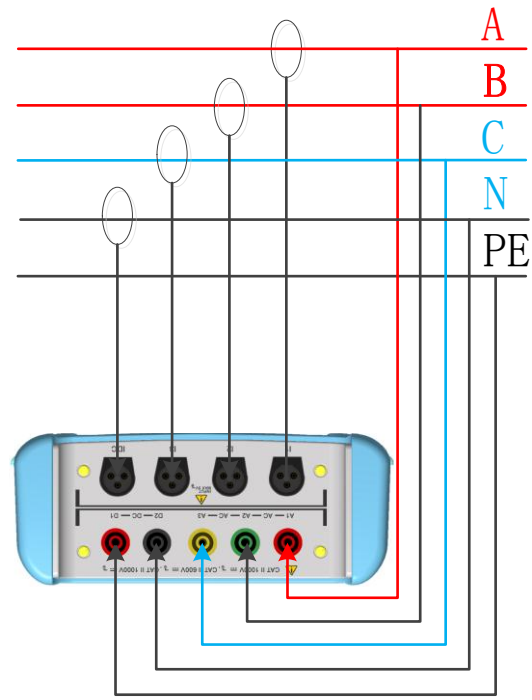

图 A-5
8.2.3 AC1+AC2+AC3+PE+N 如图 A-5 所示。